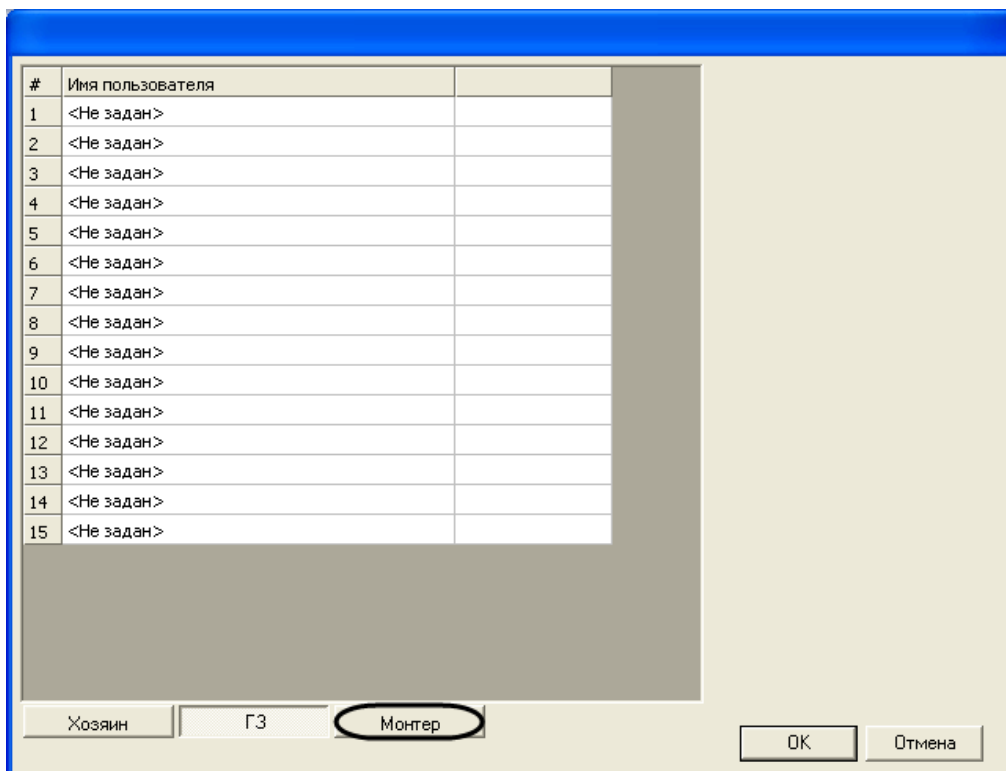

Рис. 3.3—7 Задание ключей типа **ГЗ**
- 5.1 Перейти на вкладку **ГЗ** (см. Рис. 3.3—7).
- 5.2 В столбце **Имя пользователя** выбрать, пользователя, созданного в ПК *АСФА Intellect*, которому необходимо задать ключ типа **ГЗ** (см. Рис. 3.3—7).